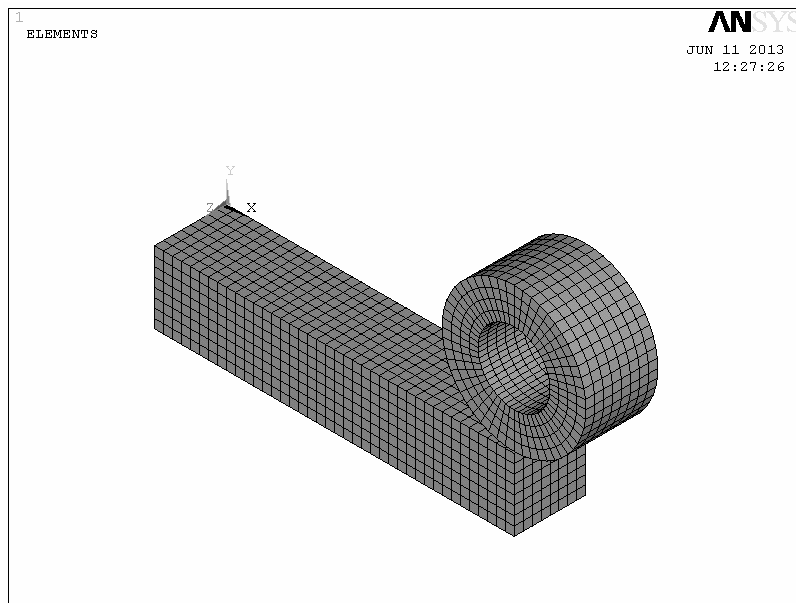

图 2-167 A、B、C 都划分好了单元
(24) 将鼠标指在 C 梁板的中部，单击鼠标左键，C 梁板改变颜色，然后单击“Mesh Volumes”窗口中的“OK”按钮，C 杆划分好单元（见图 2-167）。